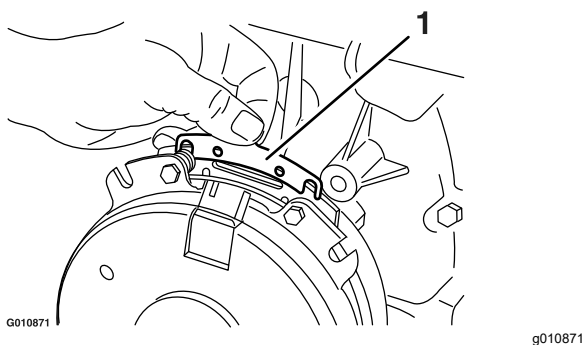

Figure 75
- B. A l'aide d'une pince à becs longs ou avec les doigts, saisissez la languette et déposez la cale (Figure 75).
Cela permet d'assurer un refroidissement et un régime moteur corrects, et réduit les risques de surchauffe et de dommages mécaniques du moteur (Figure 75).